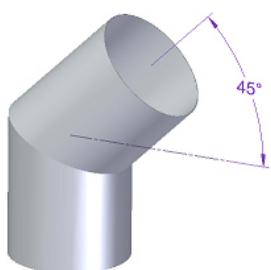
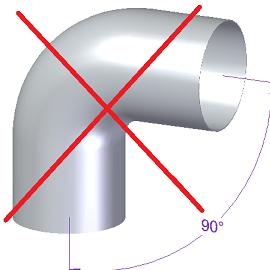

Figura 1 - Inclinação correta para as curvas
Figura 2 - Inclinação incorreta para as curvas
- \* Nas condições nominais de operação, a tiragem dos gases de combustão deve originar uma depressão de 12 Pa um metro acima do gargalo da chaminé. Para conseguir uma boa instalação deverão ser aplicados, verticalmente, pelo menos 2 metros de tubo metálico de chaminé com o mesmo diâmetro da saída de fumos do recuperador. No seguimento desse troço é admissível a utilização de elementos de tubagem com a inclinação máxima de 45°. As Figura 1 e Figura 2 mostram a inclinação correta e incorreta no caso de necessitar instalar uma curva, respetivamente.